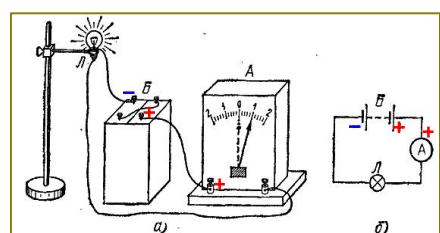

Рис. 75. Цепь с батареей (Б) лампочкой (Л) и амперметром (А); а) внешний вид; б) схема
30. При измерении силы тока **амперметр включают в цепь последовательно с тем прибором, силу тока в котором измеряют**, рис. 75.
Поэтому при измерении силы тока амперметр можно включать в любое место цепи, состоящей из ряда последовательно соединенных проводников, так как сила тока во всех точках цепи одинакова. Если включить один амперметр в цепь до лампы (как на рис. 75 или 76, а), другой после нее (рис. 76, б), то оба они покажут одинаковую силу тока.
1. При включении в цепь амперметра так, как показано на рис. 75, сила тока была 0,5 А. Каковы будут показания амперметра при включении его в ту же цепь так, как изображено на рис. 76?